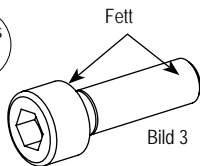

Bild 3
3. Fetten Sie das Gewinde der Schrauben vor der Montage. (Bild 3)
- Use grease anti-seize on all bolt threads before assembly. (figure 3)